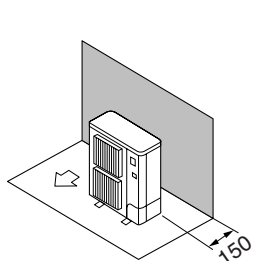

Fig. 2-2
- ① Alleen obstakels aan de achterzijde (Fig. 2-2)